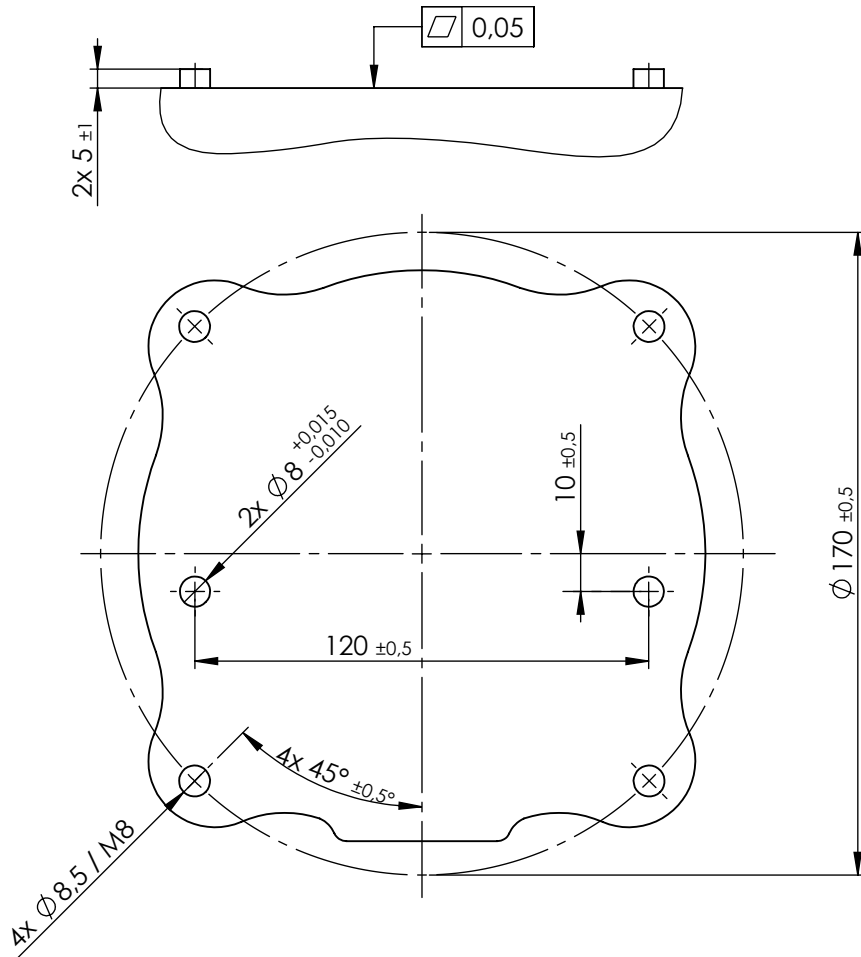

图 4.1: 机器人安装孔。使用 4 颗 M8 螺栓。所有测量值均以 mm 为单位。
**机器人手臂** 使用 4 颗 M8 螺栓，通过机器人机座上的 4 个 8.5 mm 孔来安装机器人手臂。建议以 20 N·m 扭矩紧固这些螺栓。如果需要非常准确地调整机器人手臂位置，还可以钻 2 个  $\varnothing 8$  的孔，用销加以固定。也可采购精确的机座作为附件来使用。图 4.1 显示了钻孔位置和螺丝安装位置。